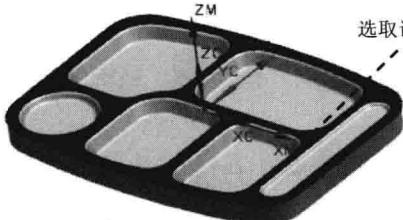
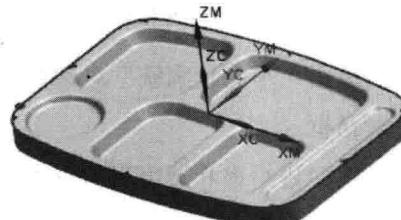

图 1.7 选取面
图 1.8 部件边界
(1) 在“平面轮廓铣”对话框的**几何体**区域中单击**选择**按钮，系统弹出“边界几何体”对话框。
(2) 在“边界几何体”对话框的**面选择**区域中选中**忽略孔**复选框，然后在绘图区域选取图 1.7 所示的面，系统自动生成图 1.8 所示的边界。